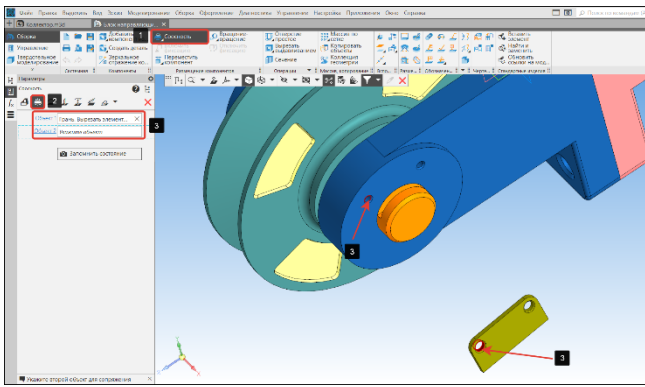

Рисунок 317 – Сопряжение Соосность Планка-Вилка
- В панели размещение компонентов выберем операцию совпадение (1) подоперация соосность (2) (Рисунок 317);
- Зададим соосность цилиндрических поверхностей (3) вилки и планки (Рисунок 317);